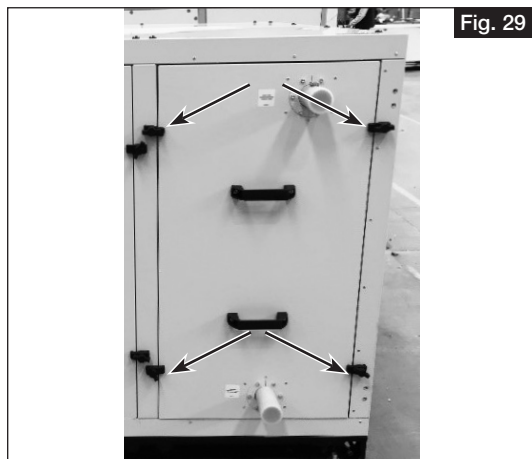

Fig. 29
1. Retirer les pièces en tôle (voir fig. 29).